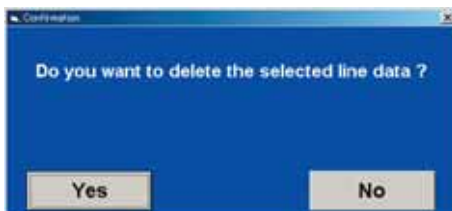

Рис. 4.1.10
10 После выбора проекта из перечня и нажатия на кнопку "Удалить" (Delete) (10) откроется окно подтверждения (рис. 4.1.10). Для удаления выбранного проекта нажать "Да" (Yes).